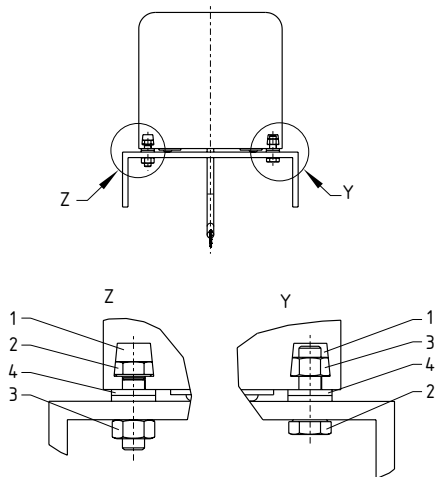

Fig.4
Para a fixação dos amortecedores existem 2 barras de ranhura (1) sobre todo o comprimento do amortecedor. A fixação é feita por meio de um parafuso hexagonal M6, por exemplo, ISO 4018 (2) e/ou porca hexagonal M6, por exemplo, ISO 4032 (3) e 2 arruelas 6.4, por exemplo, ISO 7090 (4) ver fig. 4 que é inserido nas barras da ranhura. Um parafuso de fixação deve ser fornecido pelo menos a cada 250 mm em cada barra da ranhura. A distância no início e no fim só pode ser no máximo de 50 mm. A superfície de montagem deve ser obrigatoriamente plana e limpa. A posição de montagem é indiferente, embora os Bumper's não devem ser utilizados diretamente na área de influência de aparas quentes, peças pesadas ou com cantos afiados.